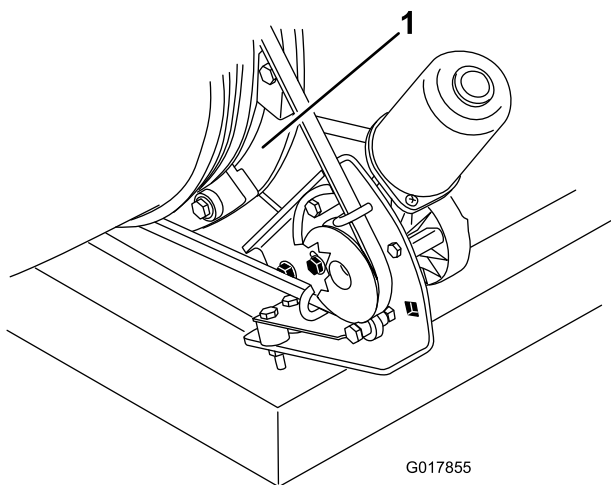

Рисунок 49
- Удалите любые скопления травы, грязи или мусора вокруг направляющих сопла и между ними (Рисунок 49).